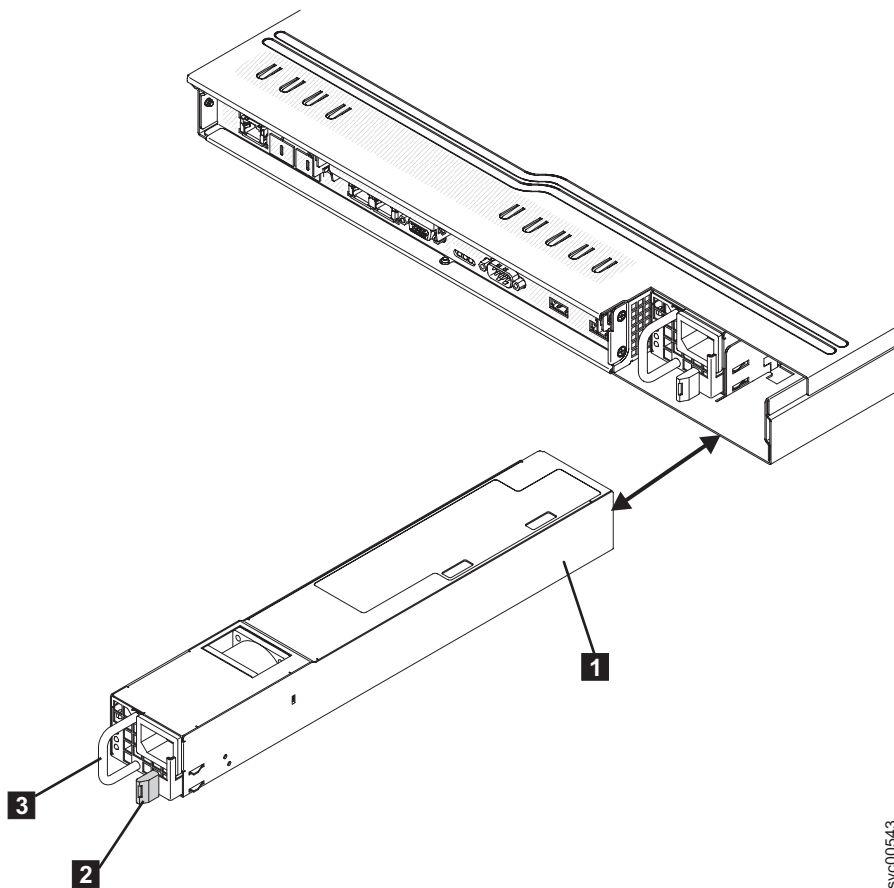

図 153. SAN ボリューム・コントローラー 2145-CG8 または 2145-CF8 電源機構
2. 電源機構の背面のハンドルをつかみ、190 ページの図 153 に示すように、所定の位置でカチッと音がするまで、電源機構を前方にスライドさせてノードに完全にはめ込みます。電源機構が電源機構コネクタにしっかり接続されたことを確認します。